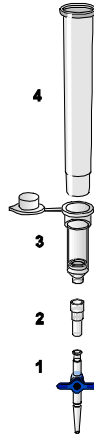

Figura 1. Montaggio dei componenti del QIAamp DSP Virus Kit per l'estrazione sottovuoto dei campioni:
Assicurarsi di aver installato correttamente il tubo di estensione (EXT), la QIAamp MinElute Column, il VacConnector (VC) e la VacValve (vedere Figura 1).